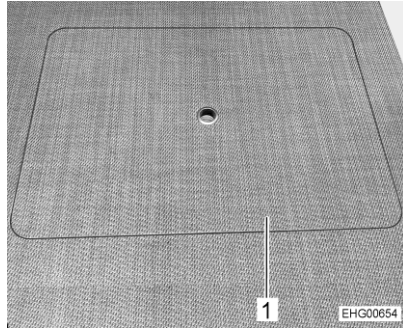

Fig. 26 Tapa de servicio en el doble fondo
- Abrir una de las tapas de servicio (Fig. 26,1) en el habitáculo.